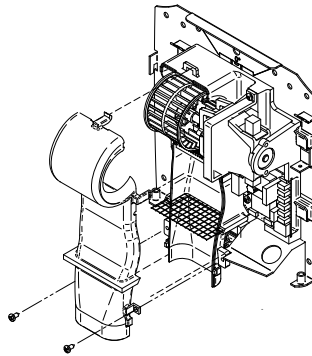

FIG. 10
- Enlever le tunnel supérieur. (FIG. 10)